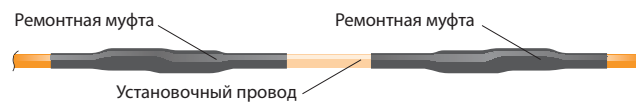

Рисунок 14
5.4. Окончательный вид ремонтных муфт, смонтированных с применением установочного провода НУ 3×1,0, представлен на рис. 14.